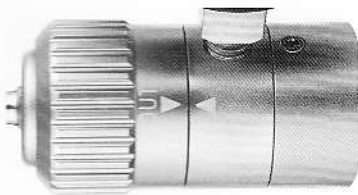

Fig.2.2 Pressure
- 2.For pressure testing - turn the mode selector until the selection arrow is aligned with the operation arrow labelled 'OUT' (Fig.2.2)
2. per il controllo della pressione – ruotare il selettore fino a che la freccia è allineata con 'OUT' (fig. 2.2 sul manuale inglese)